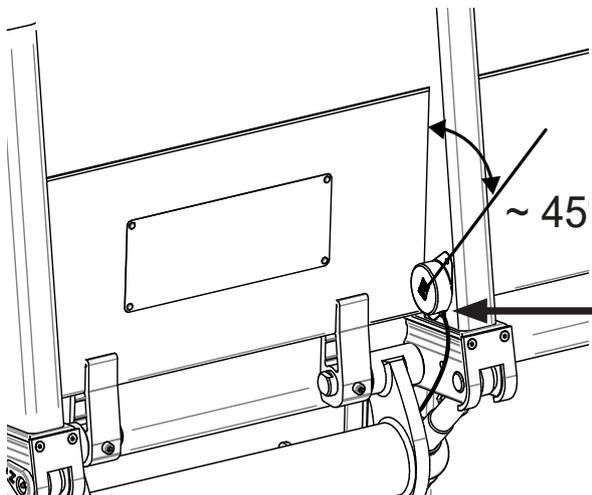

Abbildung 29. Montage des Winkelsensors in einem Winkel von 45 Grad und mit Kabelverbindung nach unten
1. Der runde Winkelsensor ist so zu montieren, dass das Kabel in einem 45°-Winkel zur Plattform nach unten zeigt. Siehe Abbildung 29. Falls keine Bohrungen vorhanden sind, mit einem  $\varnothing$  5,2-mm-Bohrer Bohrungen anlegen.
Dafür sorgen, dass der Sensor so montiert wird, dass seine Kabelverbindung unten ist, siehe Abb. Abbildung 29.